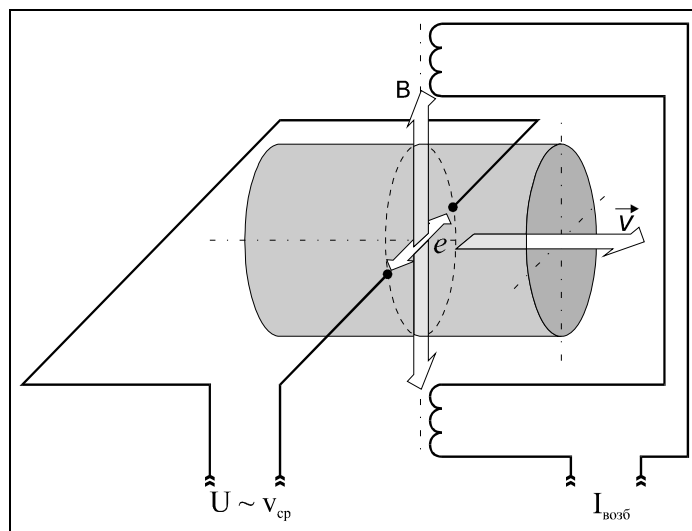

Рисунок 1 — Принцип работы электромагнитного первичного преобразователя (датчика) расхода
1.2.2.2 Принцип действия датчиков расхода РМ-5-Т основан на явлении электромагнитной индукции. При прохождении электропроводящей жидкости через магнитное поле в ней, как в движущемся проводнике, наводится электродвижущая сила (ЭДС), пропорциональная средней по сечению проточной части датчика скорости жидкости (рисунок 1). ЭДС снимается двумя электродами, расположенными диаметрально противоположно в одном поперечном сечении заподлицо с её внутренней поверхностью. Сигнал от электродов по экранированному кабелю подается на вход электронного блока, обеспечивающего его дальнейшую обработку.